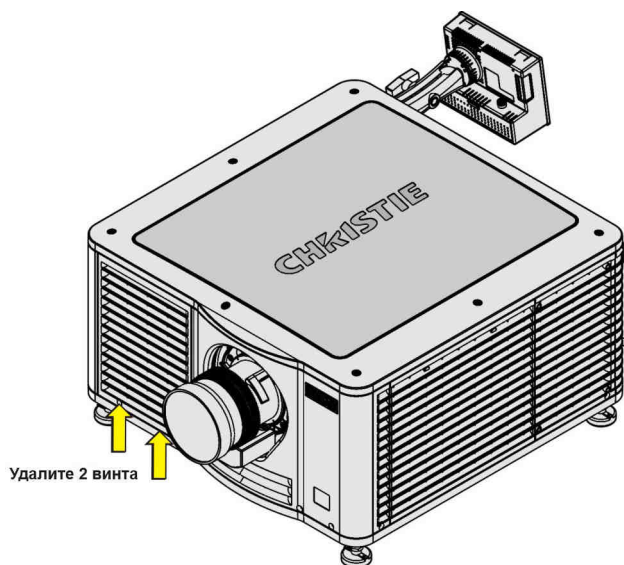

Рис. 4-3 Извлеките воздушный фильтр оптического модуля
1. Ослабьте два фиксирующих винта в нижней части дверцы фильтра. (**Рис. 4-3**)